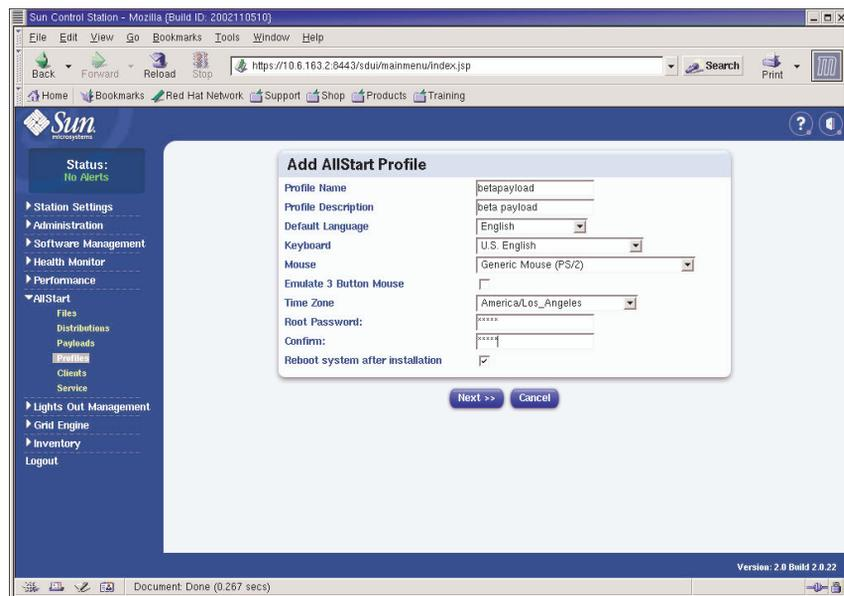

FIGURE 2-9 Fenêtre Add AllStart Profile
a. Dans la fenêtre Add AllStart Profile, sélectionnez les paramètres correspondant à votre site (voir l'exemple de la FIGURE 2-9). Ensuite, cliquez sur Next.